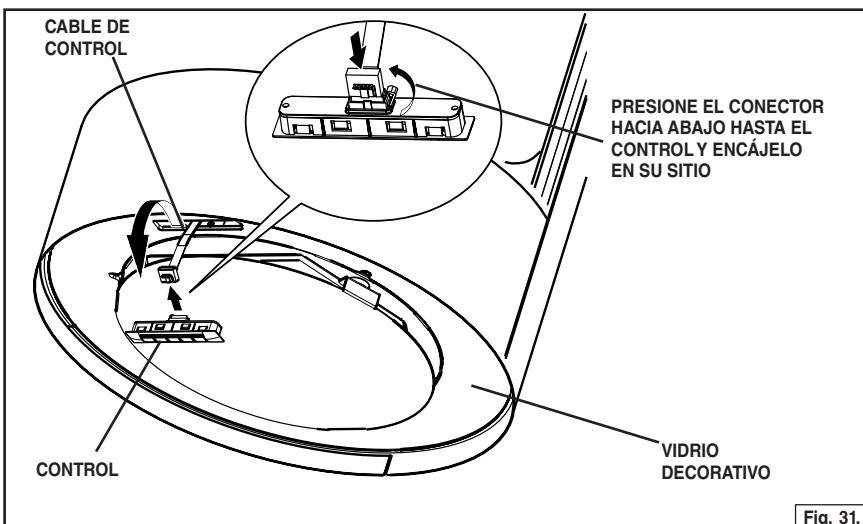

Fig. 31.
5. Fije el Cable de control al control. Fig. 31.
6. Encage el control en el Vidrio decorativo. Fig. 31.